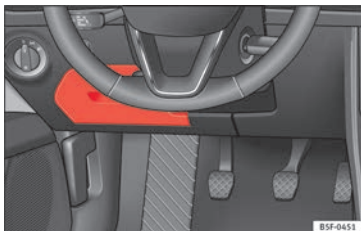

Abb. 202 Auf der Fahrerseite in der Instrumententafel: Abdeckung des Sicherungskastens.
- **Öffnen:** Abdeckung nach unten aufklappen »» **Abb. 202.**